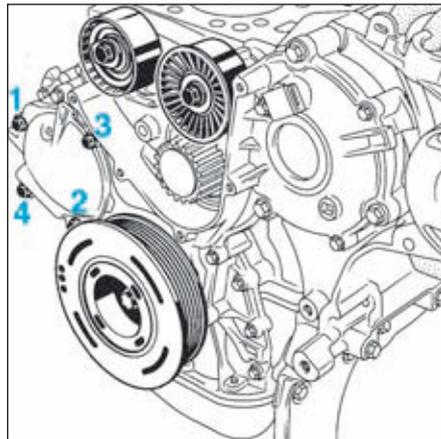

FIG.89
- Reposer le couvercle de la pompe à eau en respectant l'ordre de serrage suivant (Fig.89).